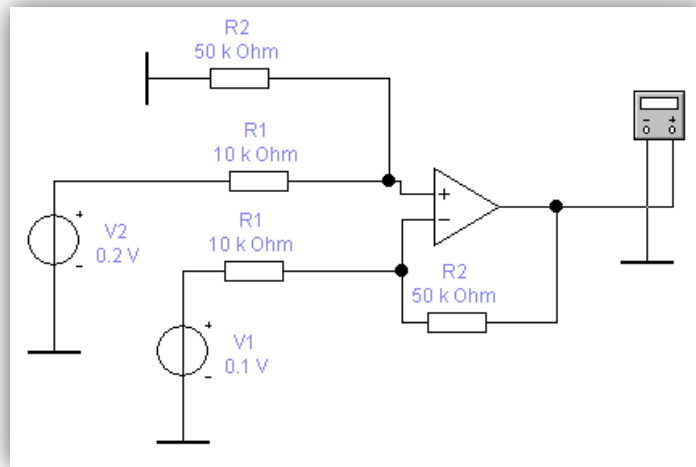

Рисунок 15 – Схема инвертирующего операционного усилителя для вычитания
2. Исследуйте инвертирующую схему операционного усилителя для вычитания (рисунок 15) и заполните таблицу 17.